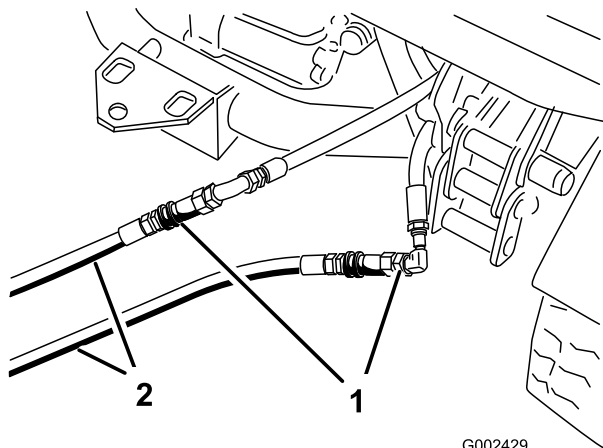

Figura 93
- No veículo parado, ligue as 2 mangueiras de ligação às mangueiras que foram desligadas (Figura 93).